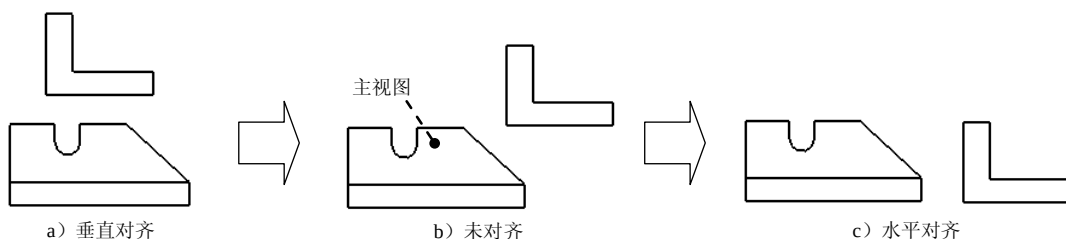

图 3.8.46 对齐视图
1. 对齐视图的效果如图 3.8.46 所示，操作步骤如下：